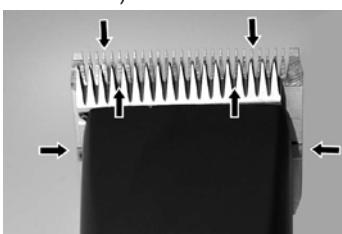

Fig. 22
Una goccia di olio sui pettini superiore ed inferiore è indispensabile per ottenere un buon risultato nella tosa e pure per conservare più a lungo e in ottimo stato la tosatrice (Fig. 22).
- ▶ Lubrifichi sufficientemente i pettini durante la tosa (almeno ogni 15 minuti), di modo che non si secchino mai (Fig. 22).
I rasoi devono essere lubrificati prima, durante e dopo ogni uso. Se i pettini rilasciano striature o rallentano la corsa, è necessario lubrificarli. Applichì qualche goccia di olio sopra e ai lati dei pettini (v. frecce Fig. 22). Levi le gocce in eccezione con un panno morbido e asciutto. Degli aerosol lubrificanti non contengono abbastanza olio per una buona unzione, ma sono utili al raffreddamento dei pettini. Cambi immediatamente i pettini difettati o scheggiati per evitare di ferirsi.